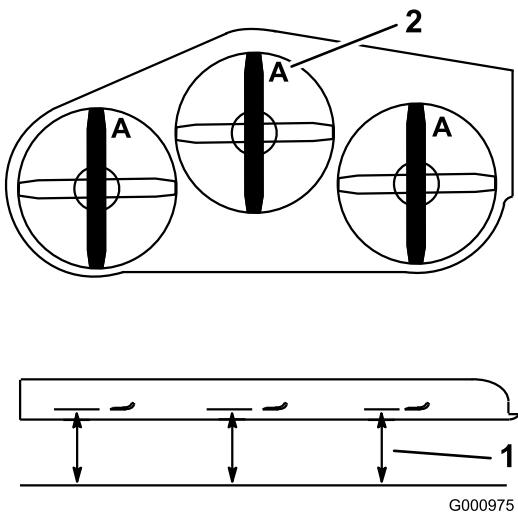

Figura 82
3. Girate le lame fino a disporle in parallelo con la lunghezza della macchina (Figura 82).
4. Misurate da un piano orizzontale fino al tagliente delle lame, posizione A, (Figura 82).